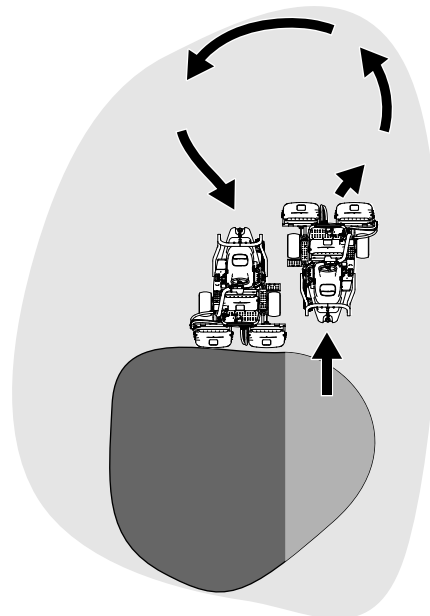

Figura 22
6. Pentru a reduce timpul de operare și pentru a uura alinierea pentru trecerea următoare, virai mâna în direcție opusă, apoi virai-o în direcția porțiunii netăiate. Această mișcare este un viraj în formă de lacrimă (Figura 22), care aliniază rapid mâna pentru trecerea următoare.